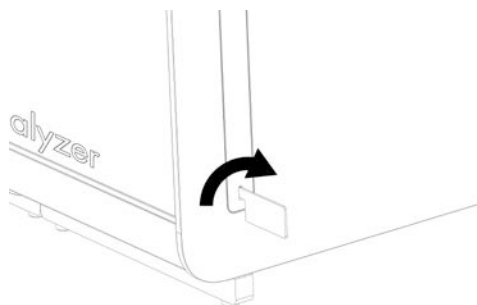

Figura 5. Scoaterea capacelor de protecție.
- Scoateți capacele de protecție de pe părțile laterale ale modului analitic, folosind instrumentul de îndepărtare a capacului de protecție, livrat împreună cu QIAstat-Dx Analyzer 1.0 (Figura 5).